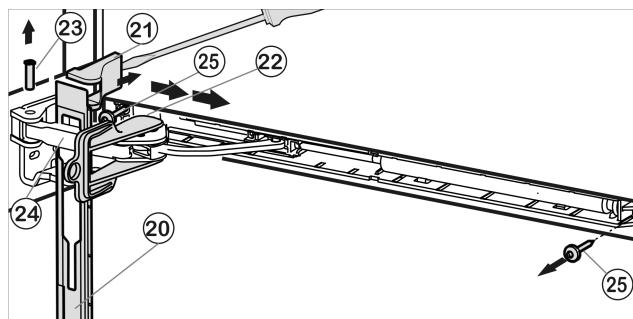

Fig. 11
- Pousser le panneau par-dessus l'étrier de l'amortisseur Fig. 11 (24) vers l'avant en direction de l'appareil.
- Encliquer le dispositif d'arrêt Fig. 11 (22) dans le trou longitudinal.
- Soulever le cache Fig. 11 (21) par le côté extérieur à l'aide du tournevis et l'enlever vers l'extérieur.
- Chasser le pivot Fig. 11 (23) par le bas.
- Pousser l'étrier de l'amortisseur Fig. 11 (24) direction porte.
- Ôter le panneau Fig. 11 (20).
- Dévisser l'ensemble de l'unité d'amortisseur de fermeture (2 Torx® 15) Fig. 11 (25).